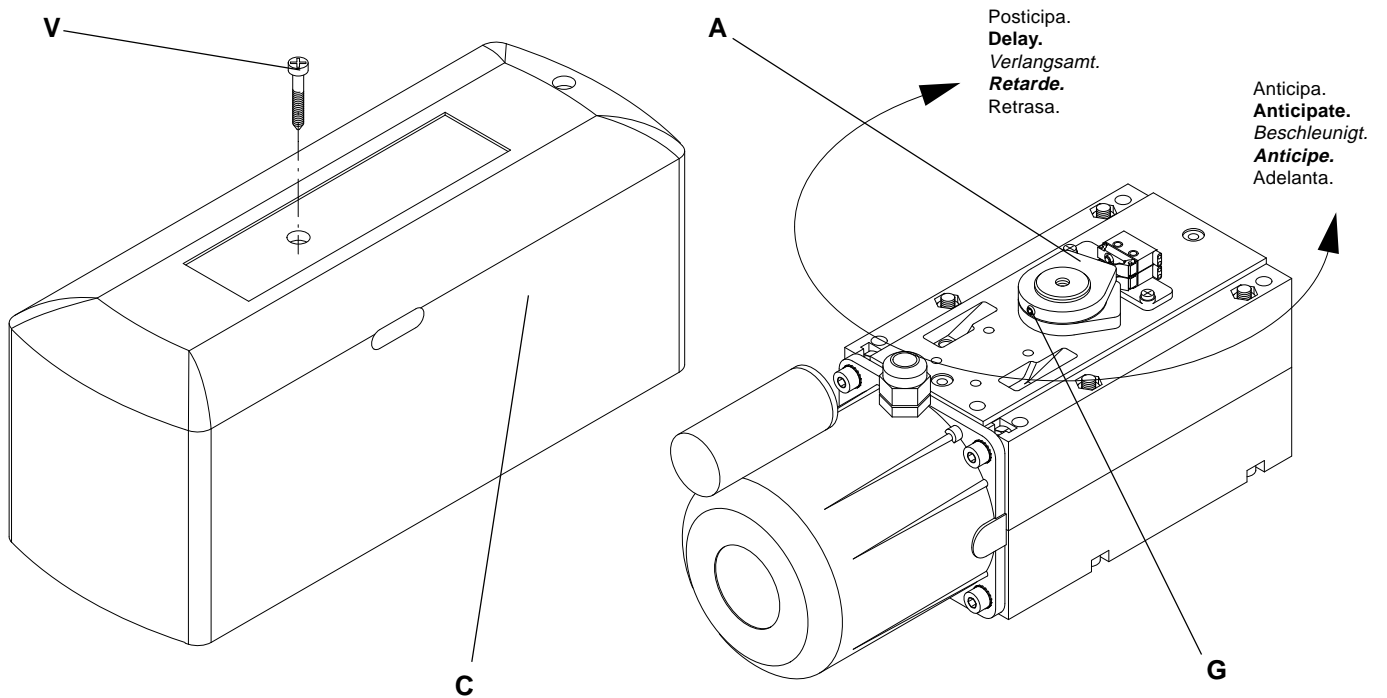

Fig.3
4. Regolazione dei fine corsa (fig. 3)
4. Limit stops adjustment (fig. 3)
4. Einstellung der Endschalter (Bild 3)